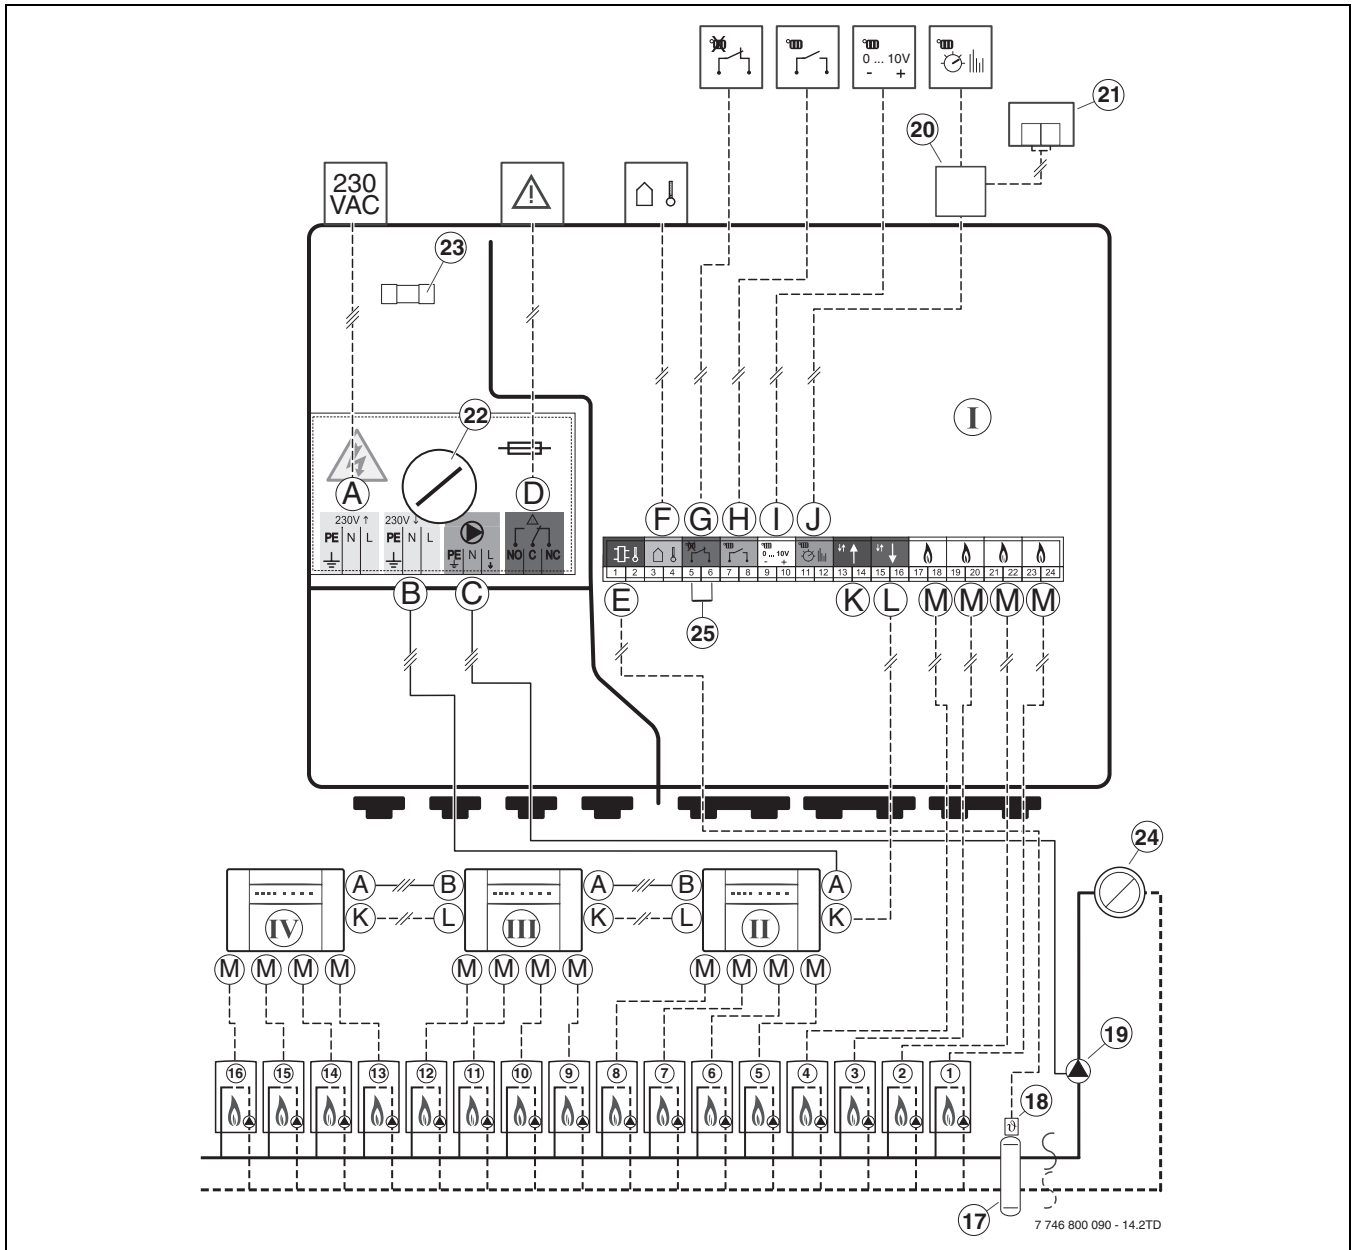

Fig. 5
1) na fig. 5, página 10
Os módulos ICM controlam os aparelhos de aquecimento conforme a necessidade de calor calculada por um regulador de aquecimento. Para a regulação conforme a necessidade de calor, os módulos ICM também devem ser sempre instalados em ligação com um regulador de aquecimento (→ fig. 5, bornes H, I ou J). Dependendo do regulador de aquecimento utilizado, existem quatro variantes de sistema possíveis (→ tab. 5).
Através de um módulo ICM, podem ser controlados, no máximo, quatro aparelhos de aquecimento. Através do acoplamento de até quatro módulos ICM, é possível interligar em cascata, no máximo, 16 aparelhos de aquecimento (→ fig. 5). Um módulo ICM assume então o comando da cascata (ICM master).
ligação J no módulo ICM (→ fig. 5 na página 67). Deste modo, é garantida uma adaptação ideal da quantidade de calor produzida à necessidade real de calor de todos os circuitos de aquecimento da instalação de aquecimento. Nesta variante de sistema, a instalação de aquecimento atinge um conforto ideal com o máximo de poupança de energia.
Outros módulos eventualmente existentes, como por ex. os módulos IPM (→ item 21 na fig. 5 na página 67), devem ser ligados ao BUS do regulador de aquecimento (paralelamente à ligação J no módulo ICM).
De modo a evitar problemas de contacto nos bornes no ICM master, é recomendada uma caixa de derivação (→ item 20 na fig. 5 na página 67).
- ▶ Estabelecer a cablagem conforme o esquema de ligações (→ fig. 5 na página 67).
(Esquema de ligações → fig. 5 na página 67):
Juntamente com um regulador de aquecimento com activação de BUS de 2 fios, ligar a sonda de temperatura exterior AF 2 ao módulo ICM (ICM master) (→ fig. 5 na página 67), não ao aparelho de aquecimento.